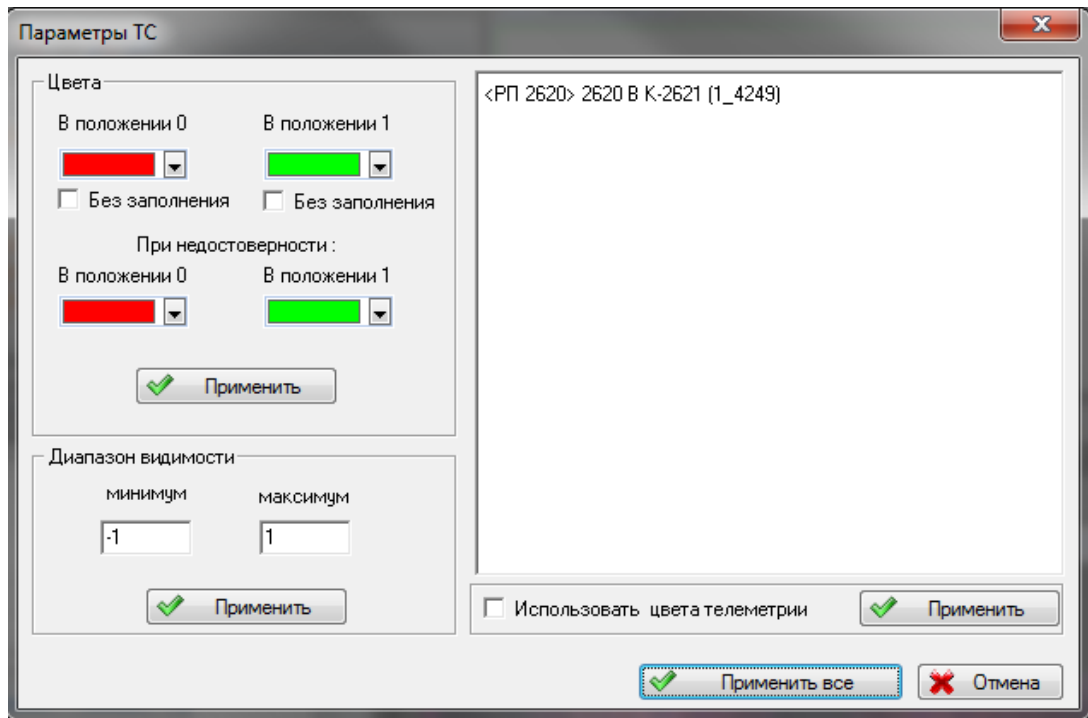

Рисунок 7.12 – Окно «**Параметры ТС**»
- Настроить цвета положений элемента **Ячейка КРУ** с помощью окна «**Параметры ТС**» (Рисунок 7.12).